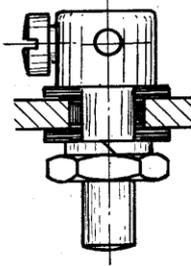

Fig. 4
30. Er der overgang i det elektriske lysystem, kan det skyldes fejl ved lysgennemføringen i højre krumtaphushalvpart, se fig. 4. Den gennem skillevæggen til magnet monterede lysgennemføringen er på begge sider fraisleret med isoleringskiver og ligger i en isoleringsbøsning.